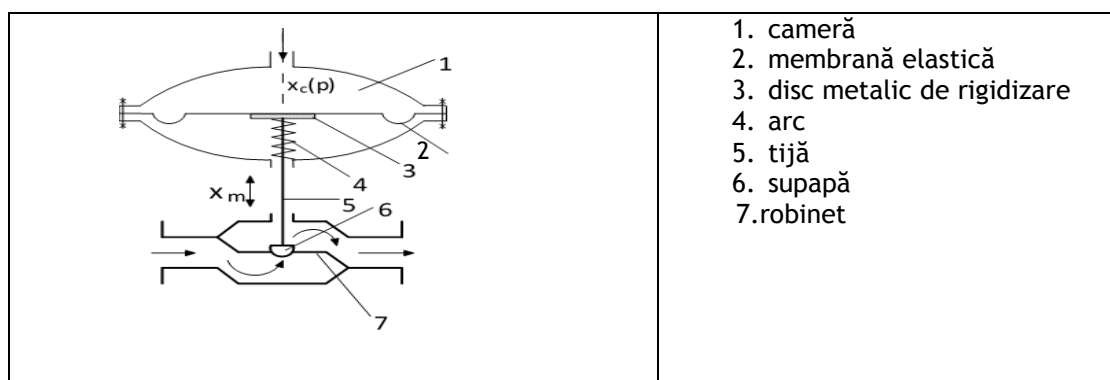

Fig.2. Element de execuție pneumatic cu membrană și resort
Elementele de execuție pneumatice sunt formate din motor de execuție (SP - servomotorul pneumatic) și organul de execuție (OE) (fig.2).
- 1 servomotor pneumatic; 2 amplificator pneumatic; 3 traductor de poziție; 4 element sensibil; 5 organ de execuție (fig. 2).